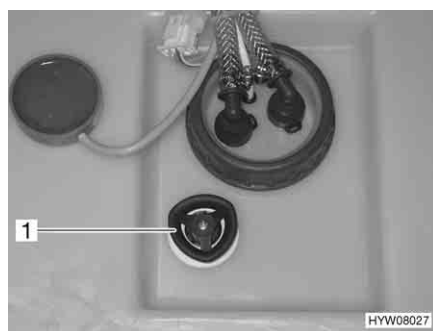

Fig. 133 Serbatoio dell'acqua con maniglia girevole
- Sul serbatoio dell'acqua, ruotare la maniglia girevole (Fig. 133,1) in senso orario fino all'arresto.
- Sul serbatoio dell'acqua, ruotare la maniglia girevole (Fig. 133,1) in senso antiorario fino all'arresto. L'acqua fuoriesce fino a ca. 20 litri.